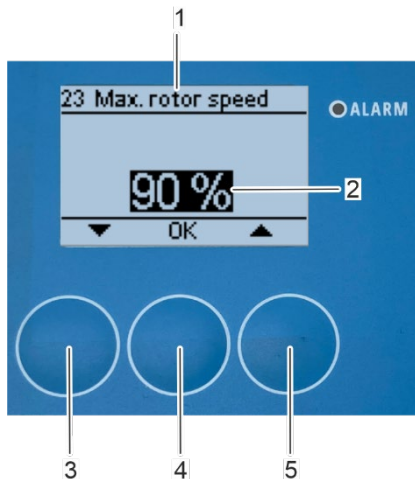

Abbildung 130: Einstellung der maximalen Rotorgeschwindigkeit
⇒ Das Untermenü „23 maximale Rotorgeschwindigkeit“ erscheint auf dem Bildschirm (Abbildung 130/1).
3. Wählen Sie die bevorzugte maximale Rotorgeschwindigkeit (Abbildung 130/2) mit den Pfeiltasten [nach oben] (Abbildung 130/5) und [nach unten] (Abbildung 130/3) aus.
4. Bestätigen Sie die Auswahl mit [OK] (Abbildung 130/4).